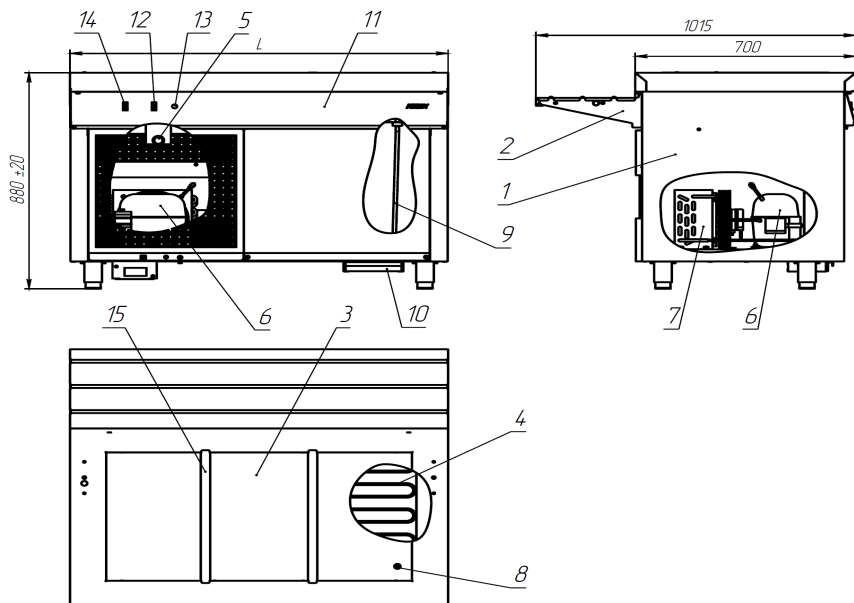

Рисунок 1
1.3.2.1 Изделие, см. рисунок 1, представляет собой тумбу 1 с установленными на ней направляющей для подносов 2, ванной 3 со съёмными перегородками 15 для установки гастроёмкостей. По желанию заказчика модули могут комплектоваться стандартными гастроёмкостями GN 1/1, GN ½ глубиной до 150 мм. На ванне снизу расположен испаритель 4, который её охлаждает. В зависимости от условий эксплуатации модуля, возможна корректировка режима его работы с помощью терморегулятора, расположенного в верхней части агрегатного отсека. Поворотом ручки терморегулятора 5 по часовой стрелке обеспечивается понижение температуры. В нижней части агрегатного отсека установлены компрессор 6 и конденсатор 7 холодильной установки. Для